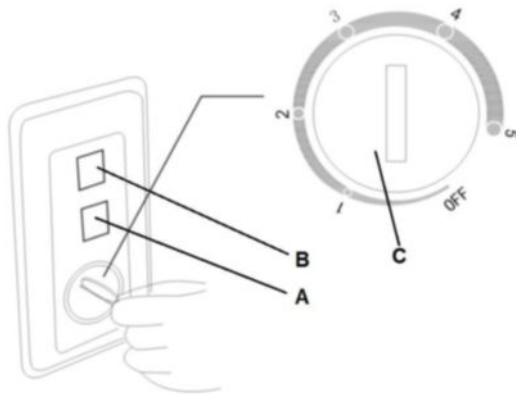

fig. 2
Het groene controlelampje (fig. 2:A) gaat branden als de stekker van het apparaat in het stopcontact wordt gestopt.
Dit gaat branden indien de temperatuur in de kist te hoog is voor het bewaren van levensmiddelen. Dit lampje gaat ook branden bij het in gebruik nemen en als de deksel per ongeluk is blijven openstaan. Dit lampje gaat uit als de ingestelde bewaar temperatuur is bereikt. (fig 2:C)
De thermostaat (fig. 2:D) zorgt voor de juiste temperatuur in het apparaat. De knop van de thermostaat (7-standen).
- Zet, als u het apparaat voor **de eerste keer** in gebruik neemt, de thermostaat op positie 7 (fig. 2:D).
- Laat het apparaat **de eerste keer** 4 uur ongevuld op temperatuur komen voor u reeds bevroren producten in de vriezer plaatst en zet de thermostaat (fig. 2:D)
- daarna tussen stand 4 – 5. (het rode lampje fig. 2:C dooft).
- Bij het voor de eerste keer vullen en invriezen van vers voedsel de invriesschakelaar 12uur van te voren aanzetten, wipschakelaar (fig.2:B) het gele lampje gaat branden.
- Wanneer de diepvrieskist niet uitgerust is met een invriesschakelaar dan bij het voor **de eerste keer** vullen van de kist (of iedere keer dat u grotere hoeveelheden (vers) voedsel wilt invriezen) de thermostaat (fig. 2:D) minstens **12 uur** van te voren op positie 7 instellen en daarna op de stand 4-5 zetten (bij verse levensmiddelen - pas na 24 uur) als het voedsel ingevroren is.